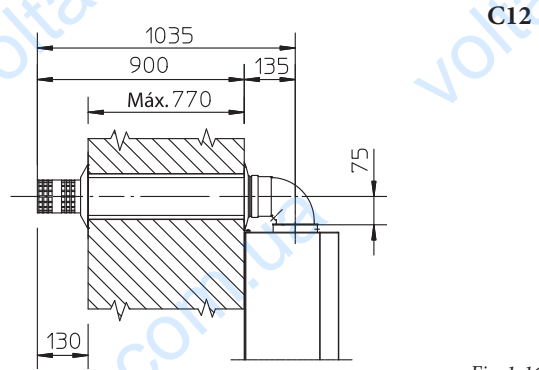

Fig. 1-16
- Montaje con salida posterior (Fig. 1-16). La longitud del tubo (970 mm) permite atravesar como máximo un espesor de 775 mm. Normalmente será imprescindible acortar el terminal. Calcular las medidas sumando los siguientes valores: Espesor pieza + parte interna que sobresale + parte externa que sobresale. Las dimensiones mínimas de las partes que sobresalen se pueden ver en la figura.